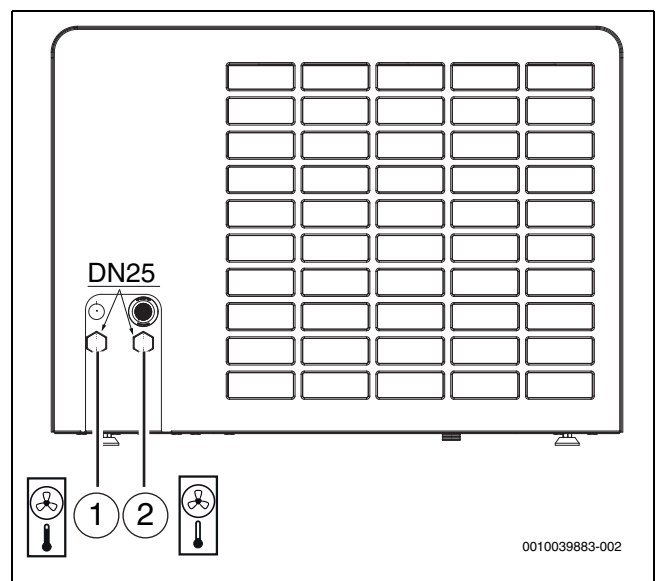

Fig. 26 Raccords de tuyaux du fluide caloporteur ; la description s'applique à toutes les tailles
- Raccorder la conduite de départ de l'unité intérieure à la sortie du fluide caloporteur (→ [1], fig. 26).
- Raccorder la conduite de retour de l'unité intérieure à l'entrée du fluide caloporteur (→ [2], fig. 26).